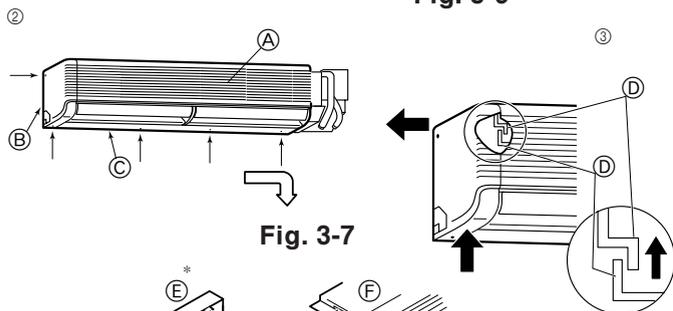

Fig. 3-7
- Ⓓ Προσάρτημα στερέωσης στον τοίχο ①
② Αφαιρέστε τις πέντε βίδες που είναι μαρκαρισμένες με βέλη στο διάγραμμα. (Fig. 3-7)
③ Βγάλτε το αριστερό πλευρικό πλαίσιο, μετά βγάλτε το κάτω πλαίσιο.